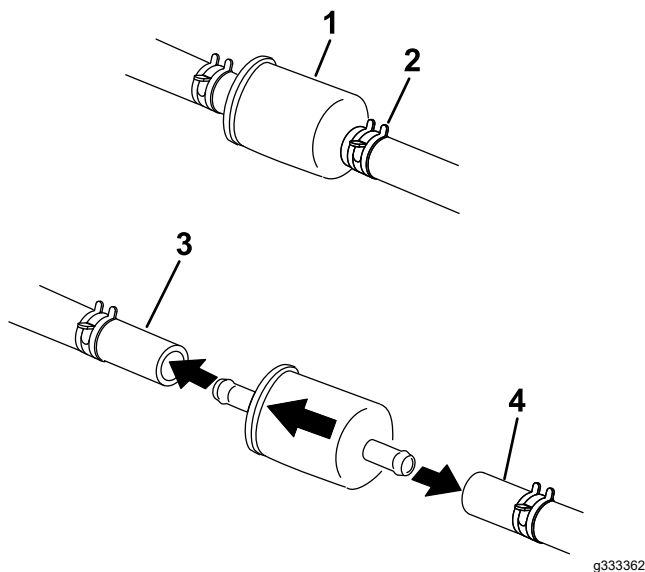

Figure 73
4. Fermez le robinet d'arrivée de carburant sous le siège (Figure 73).
5. Pincez les extrémités des colliers et éloignez les colliers du filtre (Figure 73).
7. Posez un filtre neuf et rapprochez les colliers de fixation du filtre (Figure 73).